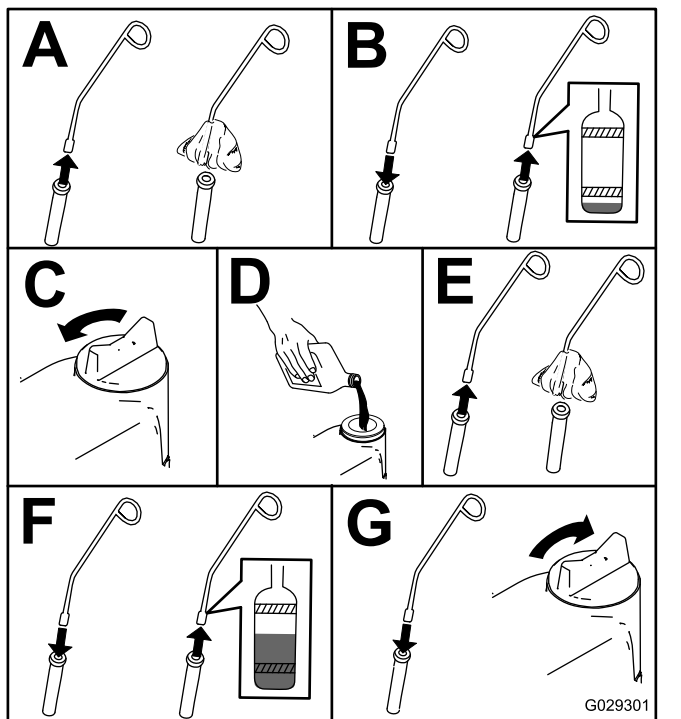

Figura 85
5. Controllate il livello dell'olio motore come illustrato nella Figura 85.